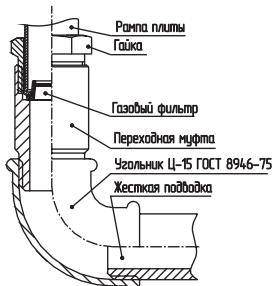

рис. 2
4.1. ЖЕСТКОЕ ПОДСОЕДИНЕНИЕ (рис.2)
■ Жесткое подсоединение к газовому стояку (рис. 2) производится с помощью переходной муфты